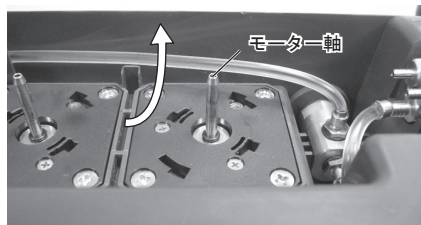

図39
- ・モーター軸の汚れや水分を拭き取る際は、図 39 のように根元から拭きあげてください。